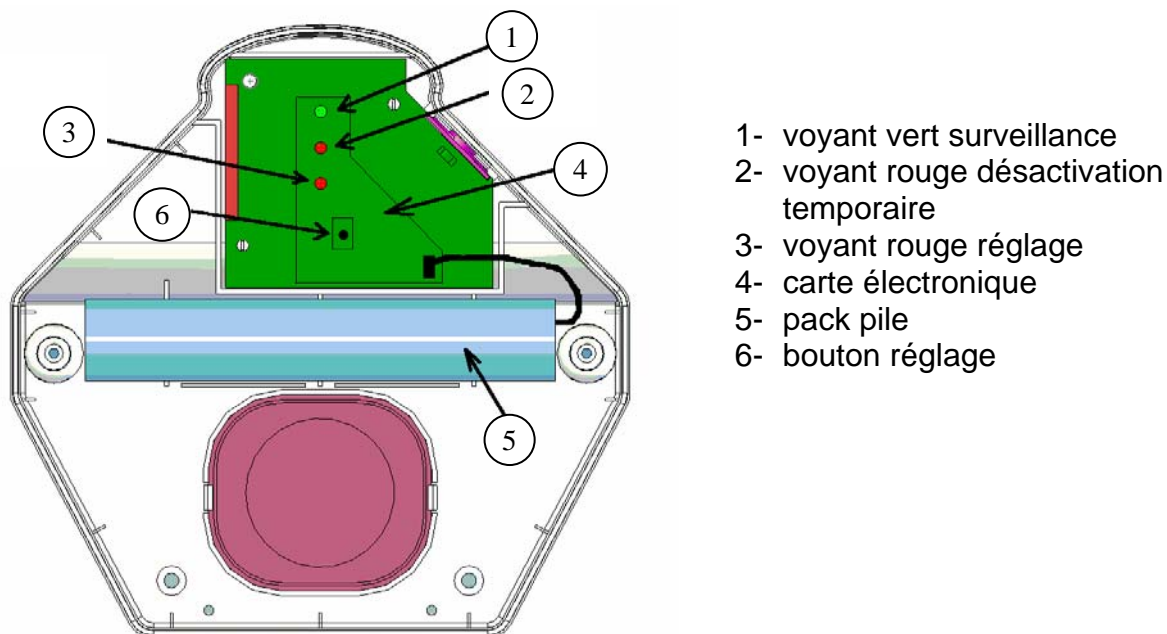

Figure 4 : éléments de la centrale Oceaprotect
Débrancher et rebrancher la pile de la centrale. Le voyant « désactivation temporaire » clignote. Attendez 5 secondes puis maintenez le bouton réglage appuyé (voir figure 4) jusqu'à ce que la centrale émette un bip et relâchez. Ensuite appuyer et relâcher le bouton dans les 5 secondes qui suivent. La centrale émet un bip de confirmation. Attendez 10min, le temps que la centrale se réarme automatiquement et refaire les essais de chutes.
Pour éviter cette manipulation il sera possible de mettre hors service le système en effectuant l'opération suivante avec l'outil. Cette opération doit se faire lorsque la centrale est en mode surveillance; voyant vert (1) clignote (voir Fig. 4) :